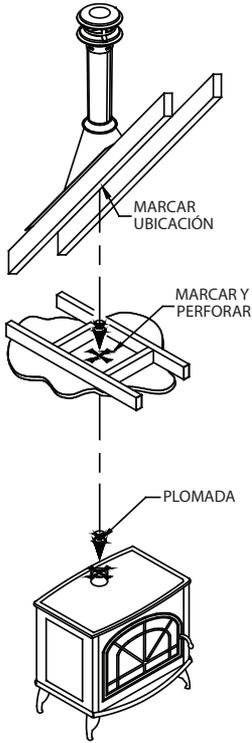

Figura 2
B. Deje caer una plomada en el centro de la salida de los gases de chimenea del equipo y marque el punto central en el techo (**Figura 2**). En el punto central marcado, corte y enmarque un orificio cuadrado en el techo para la instalación del soporte del techo o separador de la compuerta cortafuegos